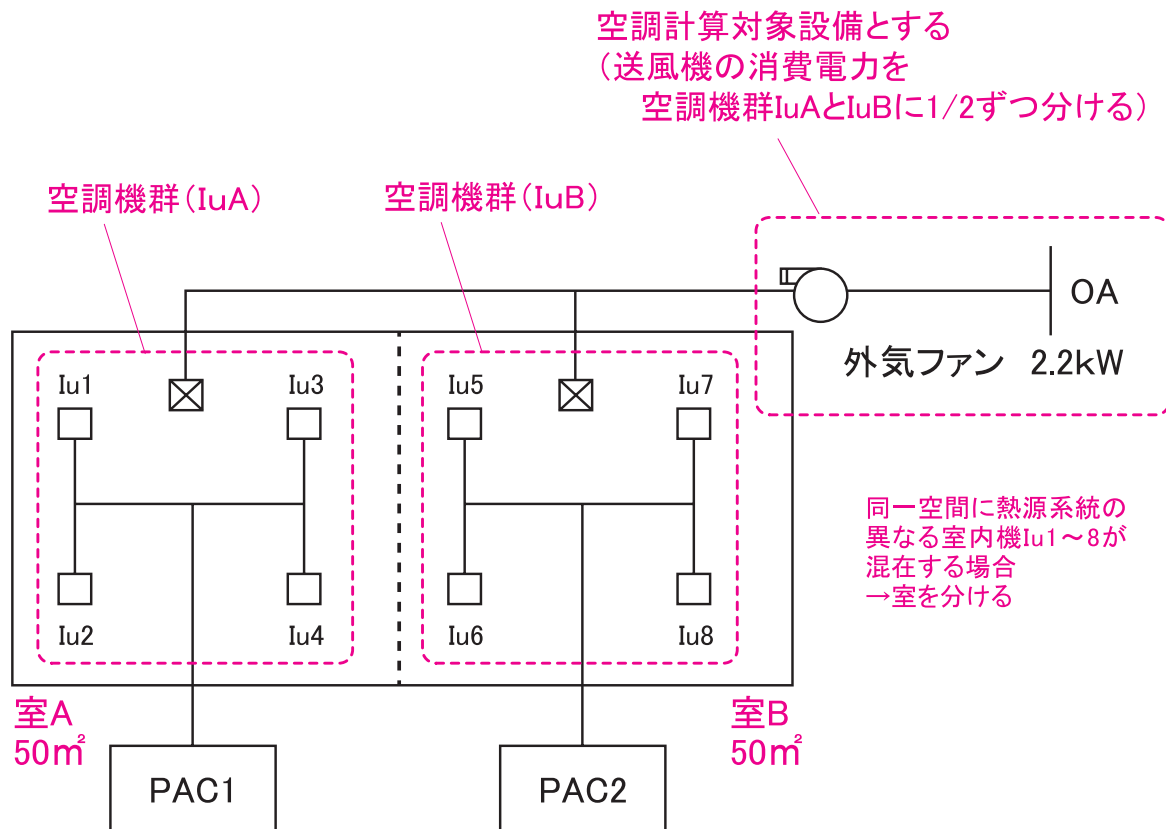

図 2-2-52 空調システム例 (5)
パッケージ型空調機で室負荷と外気負荷を処理しており、パッケージ型空調機は屋外機 PAC1 の系統（室内機 Iu1 ~ Iu4）と屋外機 PAC2 の系統（室内機 Iu5 ~ Iu8）に分かれている場合の入力例を示す。システムの概要を図 2-2-52 「空調システム例 (5)」に示す。